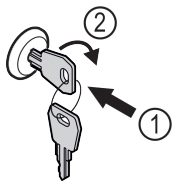

Fig. 143
- ▶ Sæt nøglen i Fig. 143 (1).
- ▶ Drej nøglen 90° med uret Fig. 143 (2).